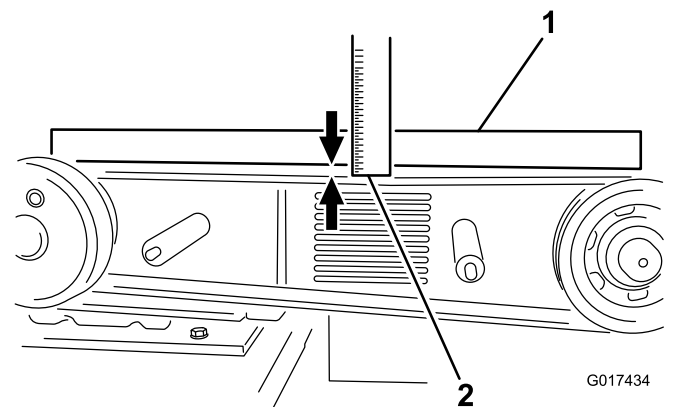

Bild 26
8. Legen Sie eine Messlatte über die Kupplung und die Schwungrad-Riemenscheiben. Ziehen Sie die Riemenstansschraube so an, dass der Riemen eine Durchbiegung von 10 mm hat, wenn in der Mitte des Riemen eine Kraft von 6,8 kg (beim Spannen eines gebrauchten Riemen) oder eine Kraft von 8 kg (Montage eines neuen Riemen) aufgebracht wird (Bild 26).